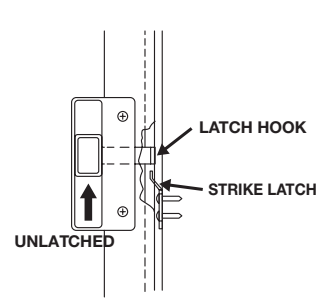

Fig. 7
B. Place strike latch at frame jamb. Align top of strike latch slightly below latch hook as shown in **(Fig. 7)**. Mark screw hole locations. Drill pilot holes using 3/32" bit.
B. Coloca la placa hembra del pestillo en la jamba del marco de la puerta. Alinea la parte superior de la placa hembra del pestillo ligeramente debajo del gancho del pestillo como se muestra en las (Fig. 7). Marca los orificios para los tornillos. Taladrar orificios piloto con broca de 3/32".